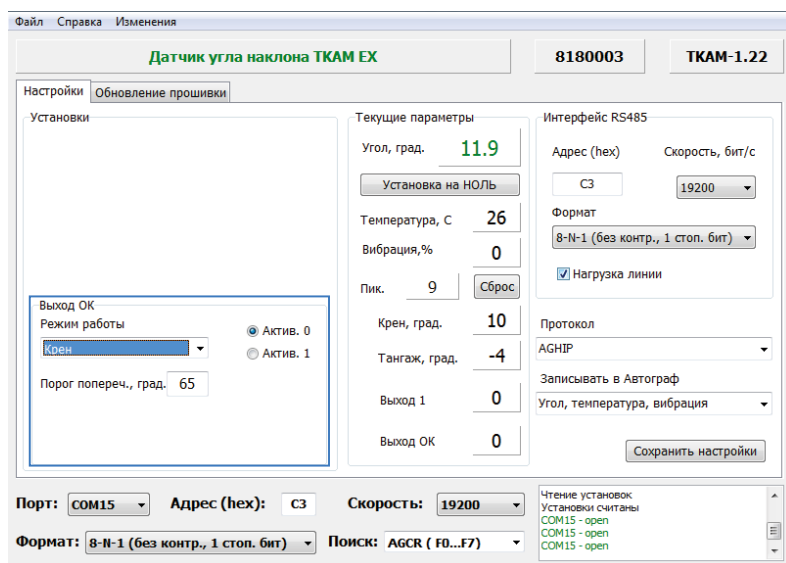

Рис.22. Настройка режима «Крен».
**Для режима «Крен» необходимо настроить следующие параметры (Рис.22):**